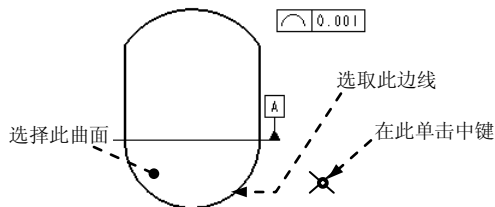

图 5.6.14 定义公差参照 (二)
Step2. 定义放置参照。选取图 5.6.14 所示曲面为公差参照，在系统 **选择多边, 尺寸界线, 基准点, 多个轴线, 曲线, 顶点 或截面图元** 的提示下，选取图 5.6.14 所示的边线为放置位置参照。